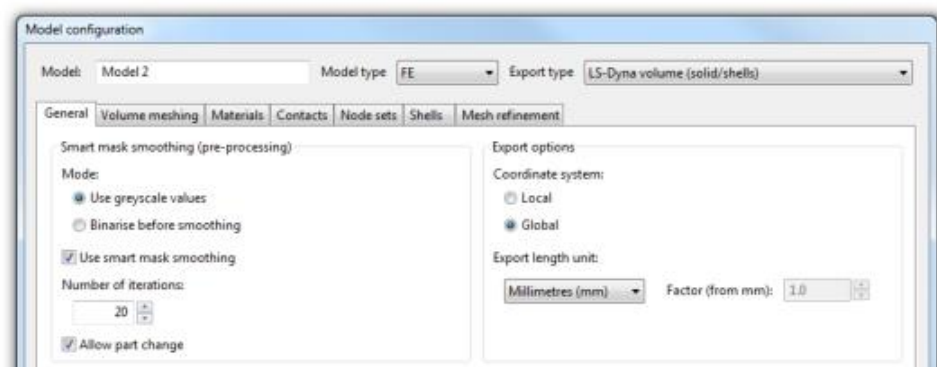

图 1-20 模型设置的 General 选项卡
3. 在 **General** 标签页中 (图 1-20)，勾选 **Use smart mask smoothing**，其他保留默认值。